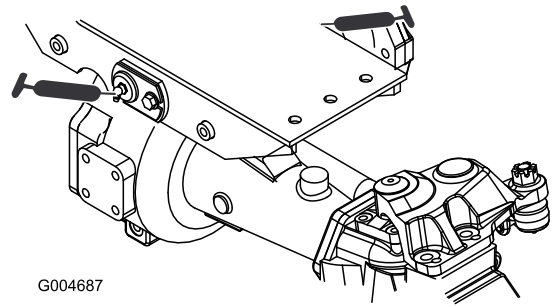

Figure 38
- Bagues de pivot d'essieux avant et arrière (2) (Figure 38)